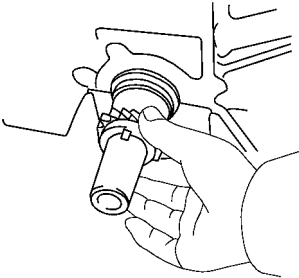

图 1-85 拆下曲轴链轮
- (8) 拆下正时链和凸轮轴链轮。
- (9) 拆下链条滑履和减振板。先旋下螺栓拆下滑履，再旋下两个螺栓拆下链条减振板。
- (10) 拆下机油喷嘴。旋下螺栓，拆下机油喷嘴和垫片。
- (11) 拆下曲轴链轮，如图 1-85 所示。